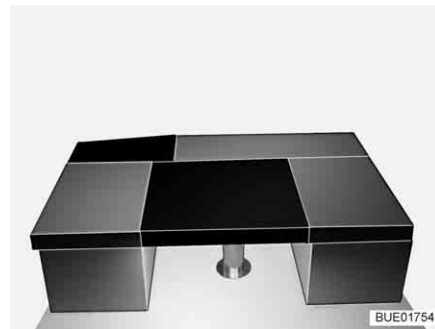

Fig. 131 Dopo la trasformazione
- Collocare il cuscino aggiuntivo rettangolare sul tavolo (davanti al cuscino dei sedili, vedi Fig. 131).